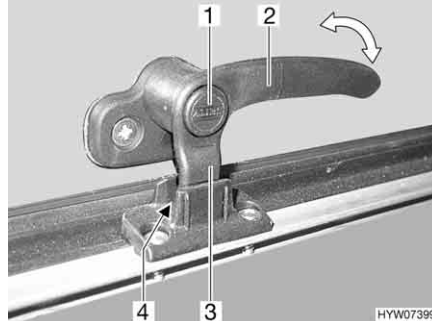

Fig. 39 Leva di serraggio in posizione "Aerazione continua"
- In posizione di "Aerazione continua" (Fig. 39)
- Premere il bottone di sicurezza (Fig. 39,1) e mantenerlo premuto.
- Ruotare la leva di serraggio (Fig. 39,3) di un quarto di giro verso il centro della finestra.
- Girare nuovamente all'indietro la leva di serraggio. Riportare contemporaneamente il nasello di chiusura (Fig. 39,3) della leva di serraggio nella rientranza della chiusura della finestra (Fig. 39,4).
- Rilasciare il bottone di sicurezza (Fig. 39,1).